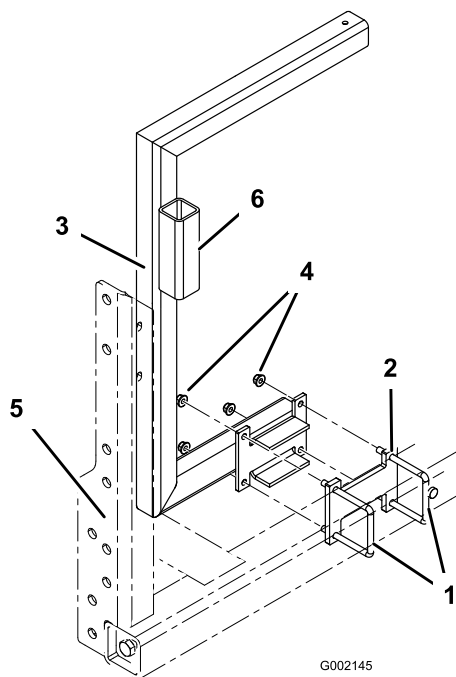

図 3
2. 右側リール・サポート（スプレー・ガン・ホルダのついているサポート）を、車両のフレームの、先ほど 2 つの U ボルトとスペーサを取り付けた場所に取り付ける（図 3）。フレームをフランジ・ナット（3/8 インチ）（4本）で固定する。取り付けると、サポートがタンクの後端部を包むようになる。